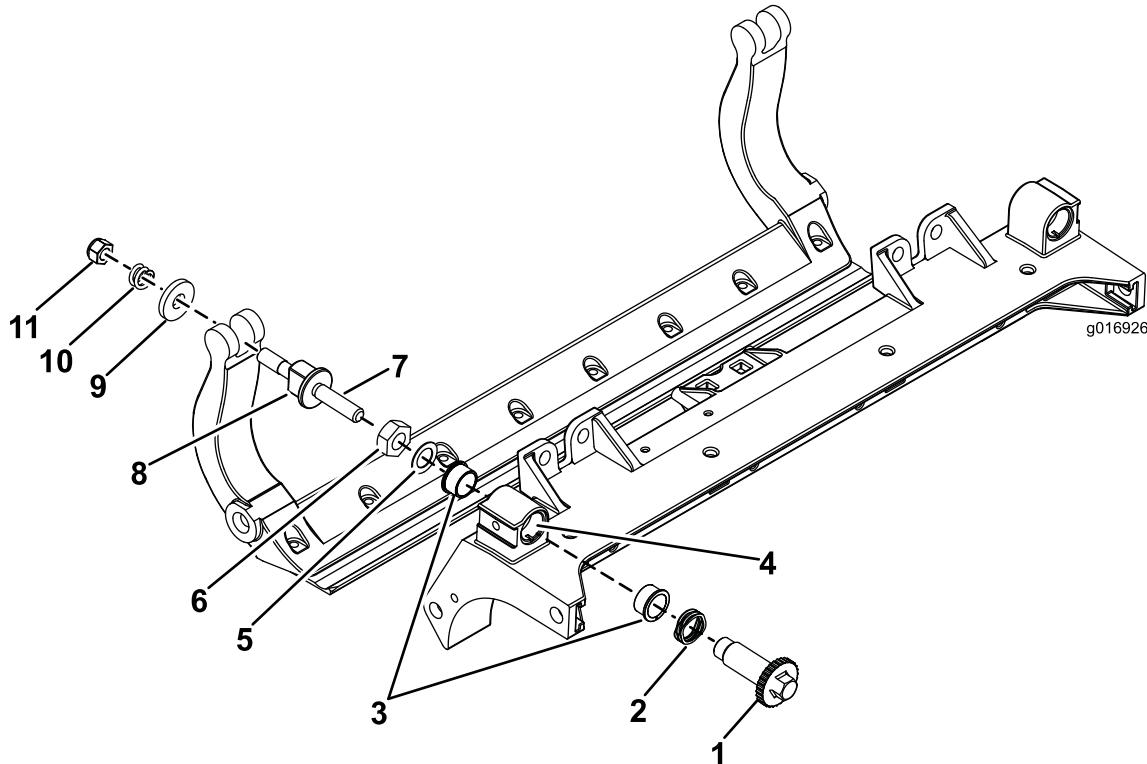

Figura 31
- Retire todas as peças (consulte as *Instruções de instalação* do Kit DPA HD Modelo n.º 120-7230 e Figura 31).
- Aplique Never Seize no interior da área dos casquilhos na estrutura central da unidade de corte (Figura 31).
- Alinhe as chaves nos casquilhos das flanges com as ranhuras na estrutura e instale os casquilhos (Figura 31).
- Instale uma anilha ondulada no veio do ajustador e deslize o veio do ajustador para os casquilhos da flange na estrutura da unidade de corte (Figura 31).
- Prenda o veio ajustador com uma anilha plana e porca de bloqueio (Figura 31). Aperte a porca de bloqueio com 20 a 27 Nm.
- Coloque uma arruela de aço no exterior de cada uma das arruelas de nylon (Figura 31).
- Nota:** As arruelas podem ter uma folga interna (Figura 31).
- Aperte a porca em cada conjunto de ajustador da barra de apoio até que a mola de compressão esteja totalmente comprimida e, em seguida, desaperte a porca 1/2 volta (Figura 31).